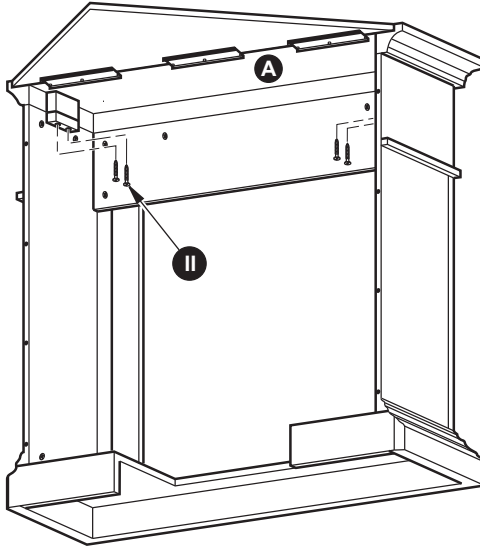

Figura 38
10. Fije los soportes de apoyo de madera unidos a la parte superior del montaje de la repisa a la parte superior (A) con 4) ST4 Tornillo $1 \frac{9}{16}$ " (II) como se muestra en la Figura 38.